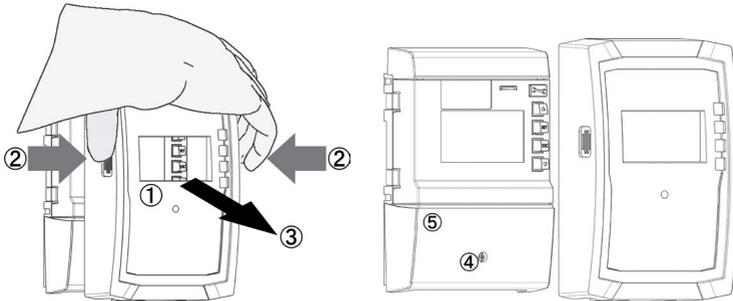

Fig. 1: Rimozione del pannello frontale
► Afferrare il pannello frontale ① alle scanalature laterali ② e tirare in avanti ③ (fig. 1).
1. Allentare la vite ④ (fig. 1).
2. Togliere la calotta coprimorsetti ⑤.